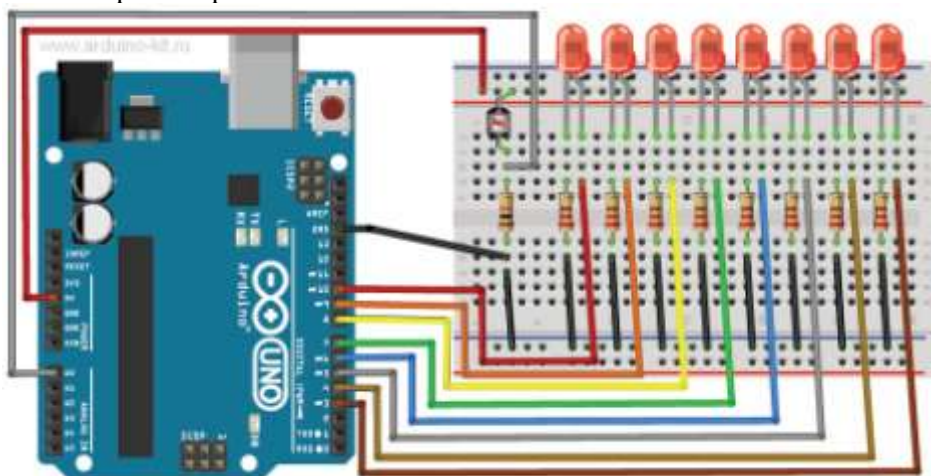

Рисунок 18
Создадим индикатор освещённости с помощью светодиодного ряда из 8 светодиодов. Количество горящих светодиодов пропорционально текущей освещённости. Собираем светодиоды по схеме на рис. 18, используя ограничительные резисторы номиналом 220 Ом.
1. Подключаем фоторезистор и светодиоды по схеме на рис. 18.
3. Регулируем рукой освещенность фоторезистора и по количеству горящих светодиодов определяем текущий уровень освещенности (рис. 18).